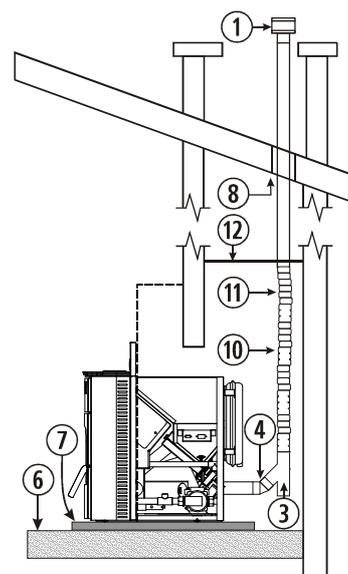

Figura 7
4.38. Instalar la estufa según la figura 7, teniendo especial cuidado en colocar una tapa metálica y tubo de acero inoxidable de salida de gases.
①	Sombbrero anti - viento.
②	Te de 135° con registro.
③	Codo de 45°.
⑥	Suelo de madera.
⑦	Protector del suelo no combustible.
⑧	Separación de 80 milímetros.
⑫	Tapa metálica.